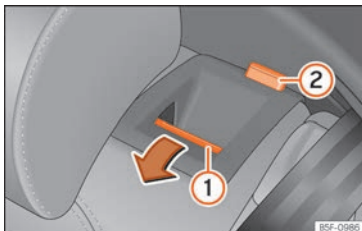

Abb. 123 Rücksitz: Rückenlehne vorklappen.
- Ziehen Sie die Entriegelungstaste »» Abb. 123 ① nach vorn und klappen Sie gleichzeitig die Lehne vor. Die Rücksitzlehne ist entriegelt, wenn die rote Markierung des Tasters ② sichtbar ist.